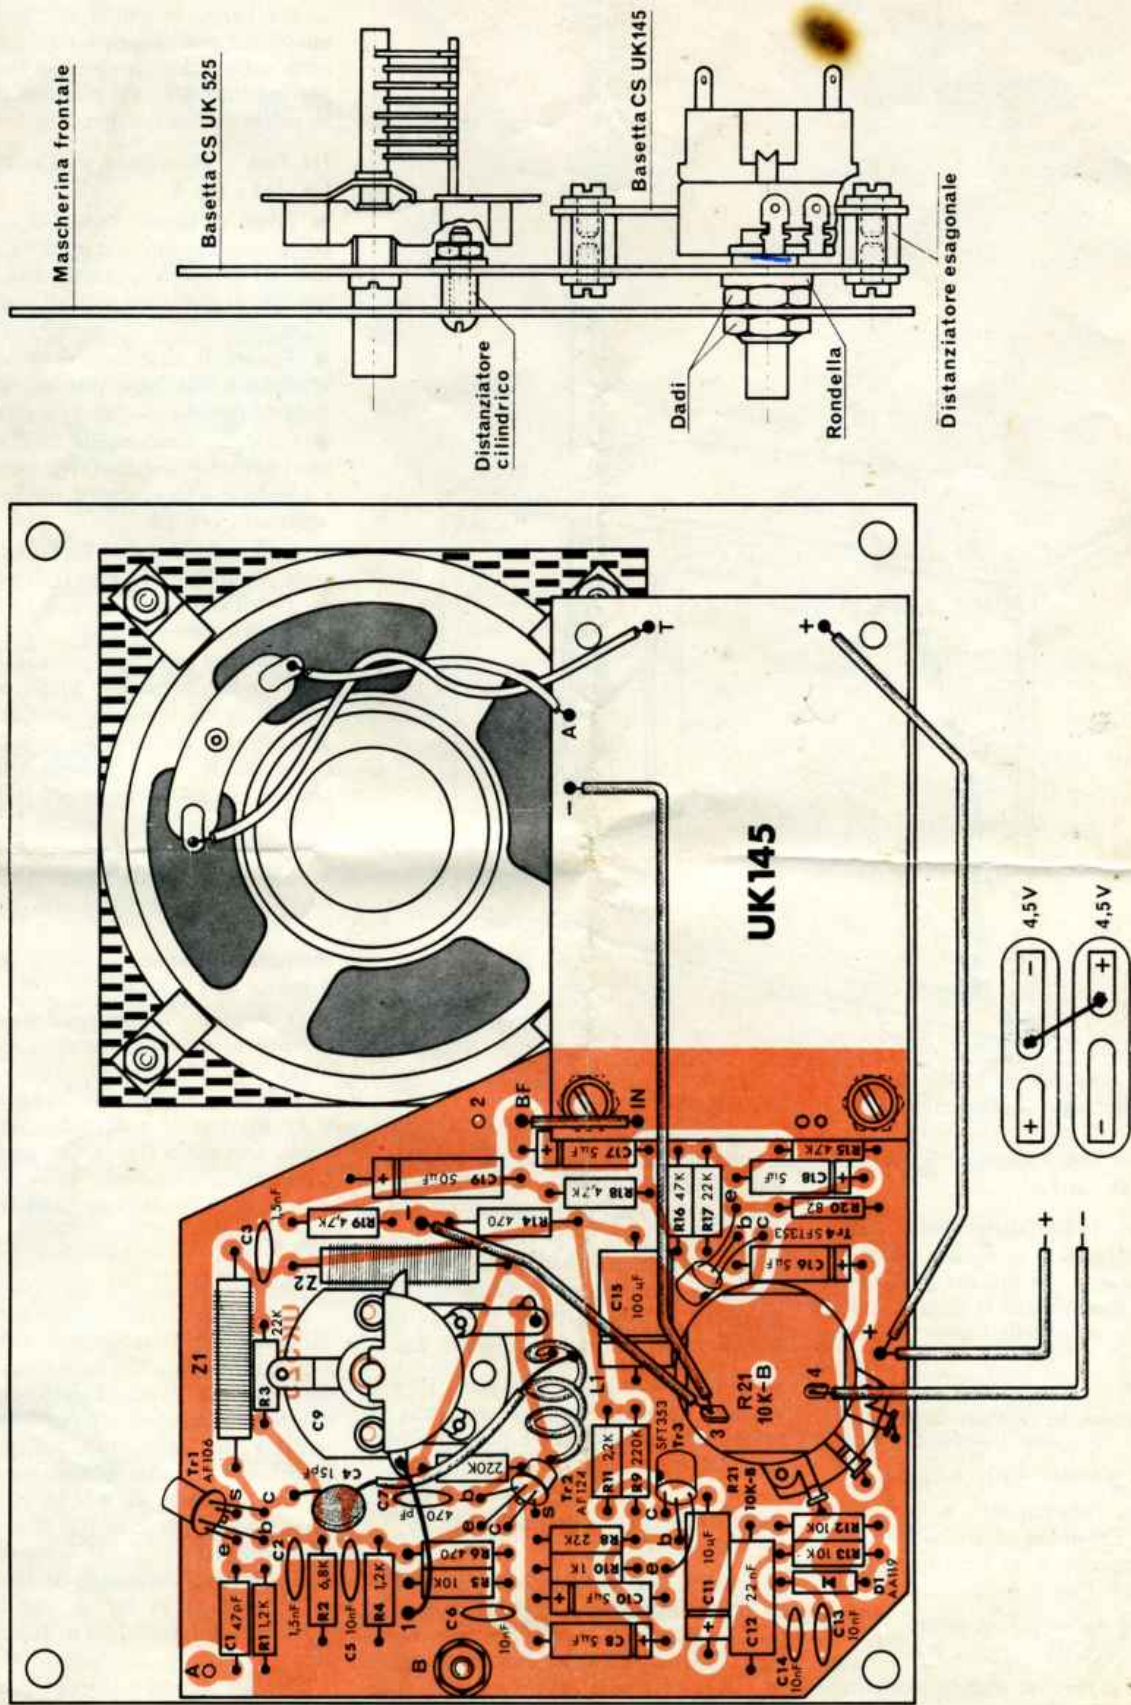

Fig. 5 - Montaggio dell'amplificatore UK 145 sul pannello recante i componenti del sintonizzatore UK 525/C.
- Montare i due distanziatori esagonali di lunghezza 8 mm dalla parte bachelite e fissarli con viti del \varnothing 3x6 mm dopo aver messo sotto la testa di ognuno di essi una rondella - vedi particolare di fig. 5.
9 mm far passare l'albero del condensatore variabile. Avvitare il dado fino al bloccaggio. Introdurre nel punto B fra circuito stampato e pannello il distanziatore cilindrico della lunghezza di 4,5 mm e introdurre nel foro la vite del \varnothing di 3 x 10 mm, avvitare il dado fino al bloccaggio - vedi particolare di fig. 5.
III fase - Montaggio dell'amplificatore UK 145 - fig. 5
La semplicità realizzativa e circuitale di questo apparecchio non richiede un vero e proprio collaudo ed una particolare messa a punto. Infatti, dopo aver controllato più volte il circuito, e dopo la verifica dell'isolamento nei punti più critici, è sufficiente alimentare il circuito con due pile da 4,5 V collegate in serie, come indica la fig. 5, e chiudere l'interruttore.